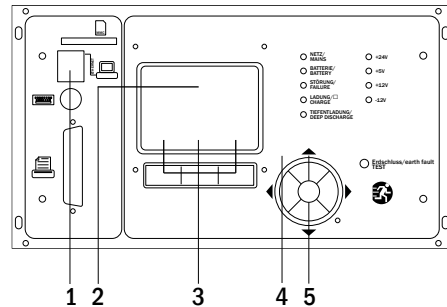

Abb. 17: Bedienelemente
Ihre Anlage kann vollständig über die Bedienelemente an der Vorderseite bedient und konfiguriert werden (Abb. 17). Zur Eingabe von Text (z.B. Stromkreisbezeichnungen) empfiehlt sich der Anschluss einer externen Tastatur an den PS2-Anschluss (1).